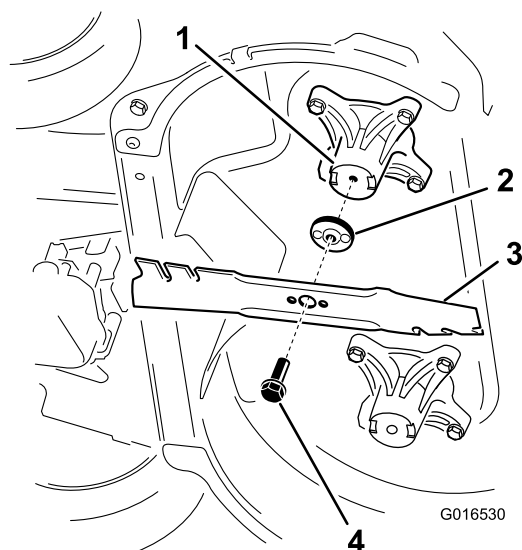

Figura 41
2. Rimuovete ogni lama come mostrato in Figura 41.
1. Montate la prima lama in posizione orizzontale, usando la bulloneria di montaggio come mostrato in \(Figura 41\).